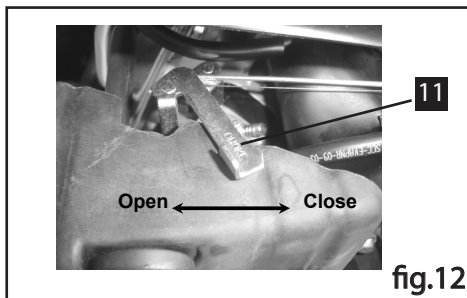

fig.12
- 2) Împingeți maneta clapetei de aer în poziția de ÎNCHIS (Fig. 12)